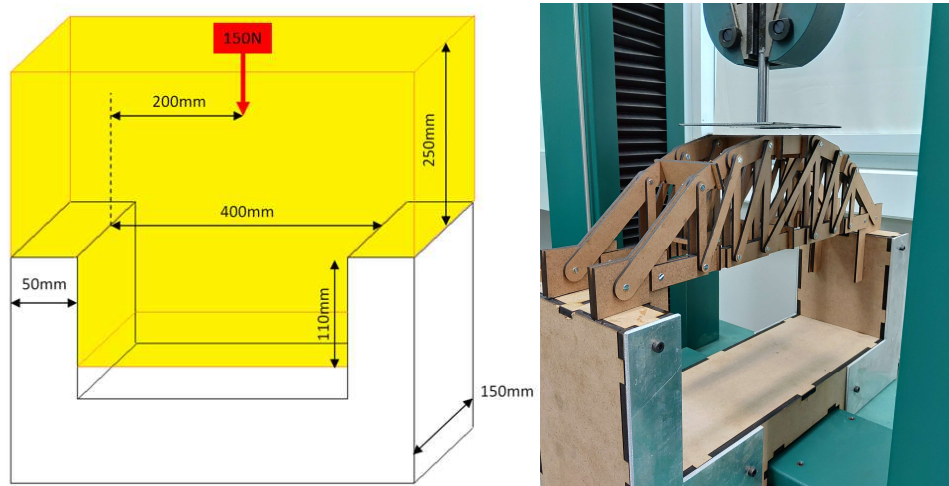

Figura 3 – Modelo do suporte para ensaio e restrições de geometria da ponte.
Para isso, a estrutura deverá superar um vão de 400 mm e suportar, **no mínimo**, uma carga equivalente a 150N, aplicada verticalmente para baixo, conforme a Figura 3.
- A estrutura deverá superar um vão de 400 mm e suportar, **no mínimo**, uma carga equivalente a 150N, aplicada verticalmente para baixo, conforme ilustra a Figura 3.
- A estrutura só poderá ocupar o volume destacado em amarelo (Figura 3).
- A carga será aplicada por uma superfície plana que desce verticalmente (Figura 3). É obrigatório que o ponto central seja também o mais alto da estrutura.